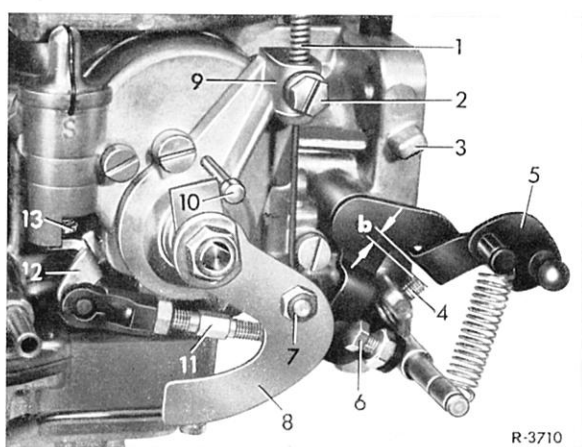

Bild 00-10/4
bis zwischen Starterzugknopf und Armaturenbrett 1 mm Abstand ist. Starterzug mit Klemmschraube (7) am Starterhebel festklemmen (Bild 00-10/4).
4 Starterzug am Armaturenbrett ganz ziehen. In dieser Stellung muß zwischen Leerlauf-Einstellschraube (4) und Drosselhebel (5) der Abstand „a“ vorhanden sein. Wenn nötig, mit der Einstellschraube (6) den Abstand „a“ richtigstellen (Bild 00-10/5).